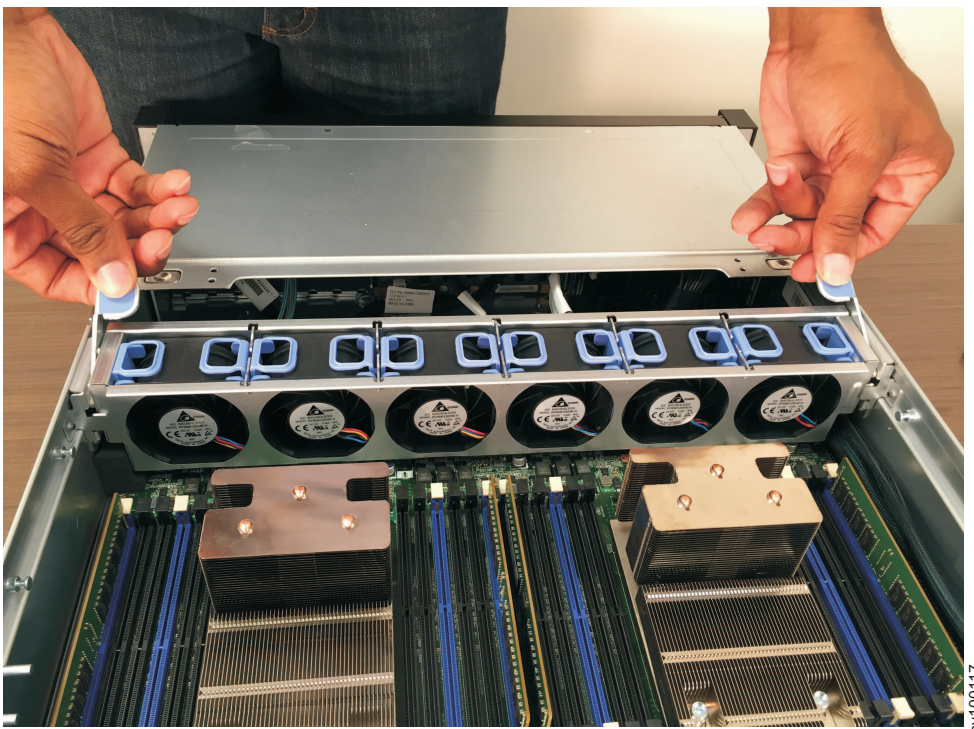

Figura 183. Pressionando o suporte do ventilador na posição
3. Pressione o suporte na posição até que as alavancas de liberação do suporte do ventilador cliquem no lugar, conforme mostrado em Figura 183 na página 227.